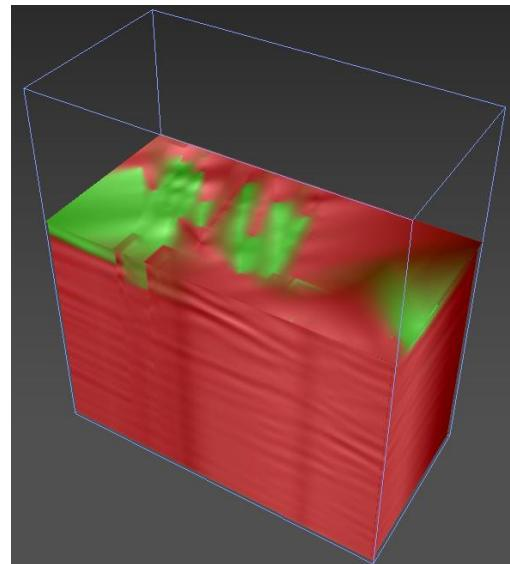

Рис. 4.21 - Горизонтальный срез
- создает горизонтальную секущую плоскость, которая отсекает всё со стороны наблюдателя (Рис. 4.21). Перемещение секущей плоскости производится методом нажатия левой кнопки мыши на секущей плоскости, и далнейшего движения мыши с нажатой левой кнопкой.